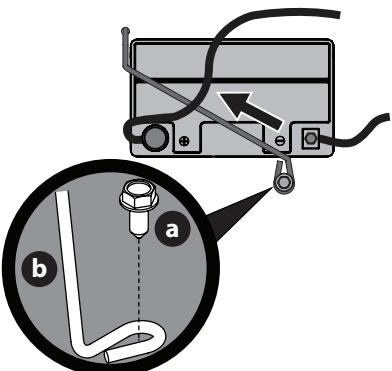

Figura 16
NOTA: el mazo de cables debería colocarse sobre la parte superior de la barra de sujeción de batería. De no ser así, el mazo de cables podría resultar dañado (Figura 16 en la página 47).
- Extraiga el tornillo de arandela hexagonal (a) que sujeta la barra de sujeción de la batería al bastidor (b). Luego levante la barra de sujeción de la batería (b) para liberar la batería (Figura 16).